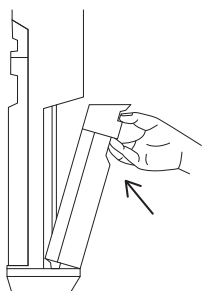
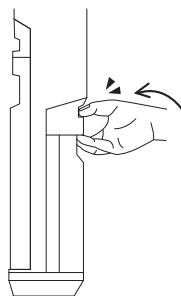

Рис. 4
Рис. 5
- Соберите резервуар для грязной воды (Рис. 4) и установите его в основной блок до щелчка (Рис. 5).